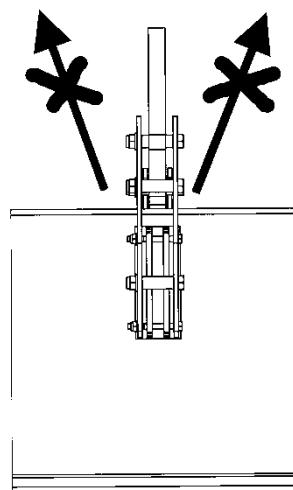

Abb. 4
**Eine Belastung der Klemmen durch Schrägzug ist verboten (Abb. 4). Verformung und Absturzgefahr!